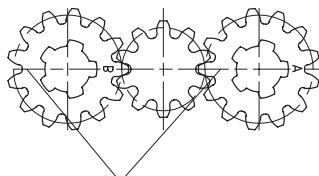

fig.2(soloamente para 425Z70A y 425Z71A)
- Durante el montaje del lado de engranaje, fíjese en la posición de los engranajes de disco. Los engranajes gemelos cada uno tienen un '0' estampado en ellos que se usa como marca de tiempo. Los engranajes gemelos se tienen que instalar para que ambas marcas de tiempo apunten exactamente a la posición de las 9 en punto al mismo tiempo (Ver fig. 2).